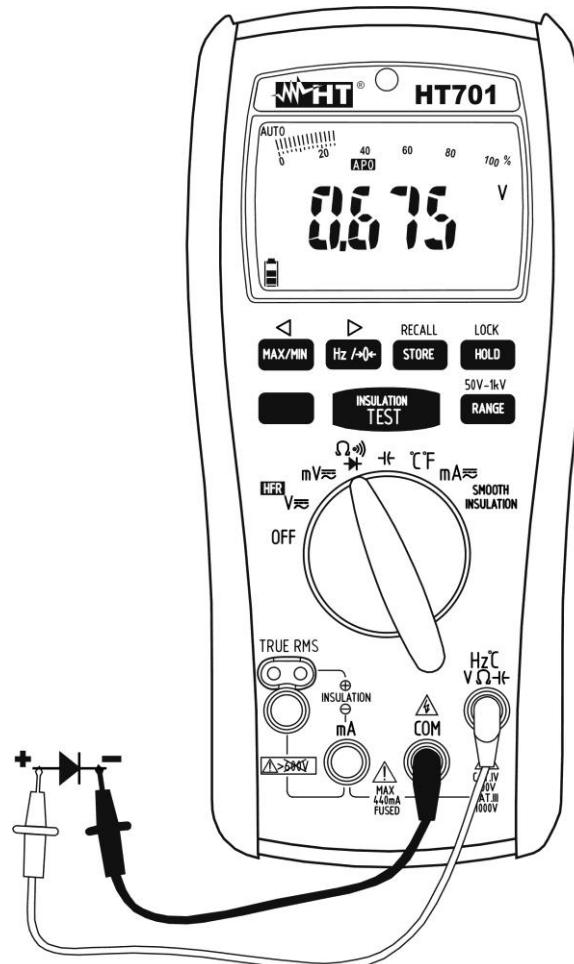

Abb. 7: Verwendung des Gerätes für Diodenprüfung
4. Stellen Sie die Messleitungen an den Enden der zu messenden Diode und dabei achten Sie auf die angegebene Polarität (siehe Abb. 7)
6. Wenn das Gerät die Meldung “OL” anzeigt, sind die Klemmen der Diode invertiert mit Bezug auf die Angabe in Abb. 7